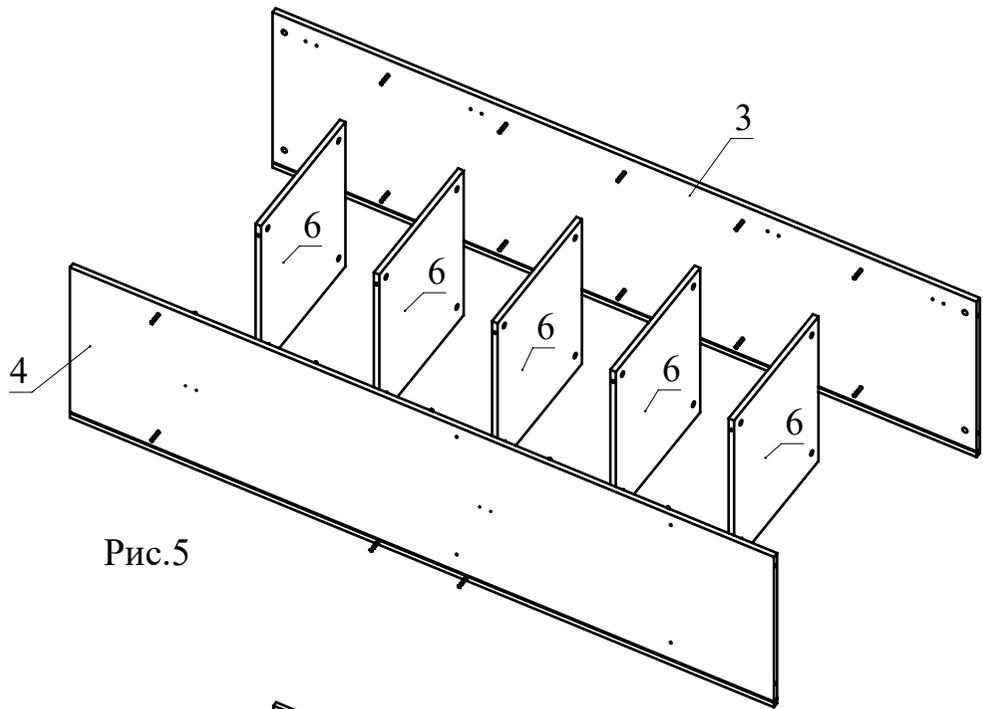

Рис.5
6. Установите детали 6 между деталями 3 и 4 и затяните конфирматным ключом головки минификсов по часовой стрелке до упора (Рис. 5).